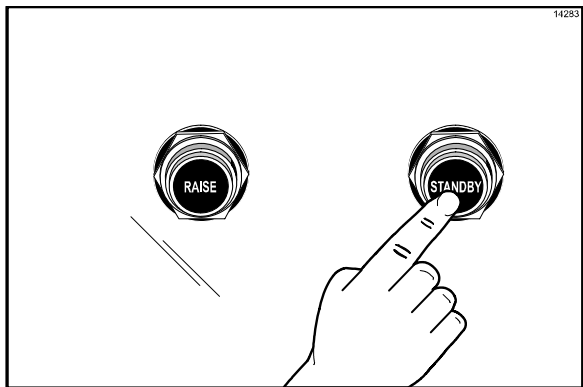

Figura 26
1. Para colocar o platen na posição de STANDBY, pressione duas vezes o botão STANDBY com o grill aberto. (Veja a Figura 26.)